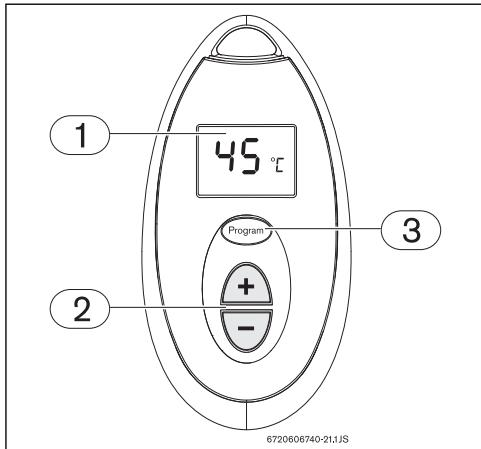

Fig. 28 Mémorisation de la température de l'eau
- ▶ Appuyez sur les touches ou dans la télécommande (Fig. 28, [pos. 2]), jusqu'à ce que la température apparaisse dans l'écran de la télécommande (Fig. 28, [pos. 1]).
- ▶ Vous pouvez maintenant mémoriser cette température en appuyant sur la touche de programme dans la télécommande (Fig. 28,[pos. 3]) pendant 3 secondes.